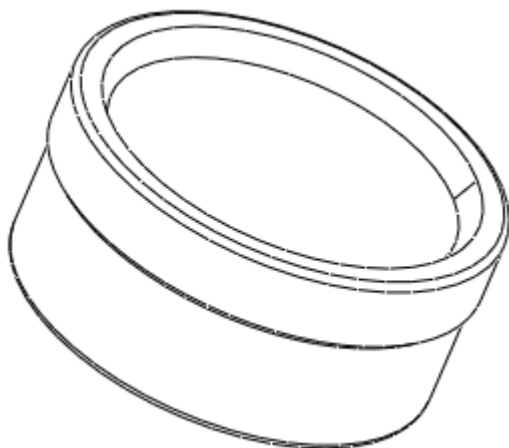

图 59-11
(7) 单击特征操控板中的  按钮，完成特征的建立，如图 59-11 所示。